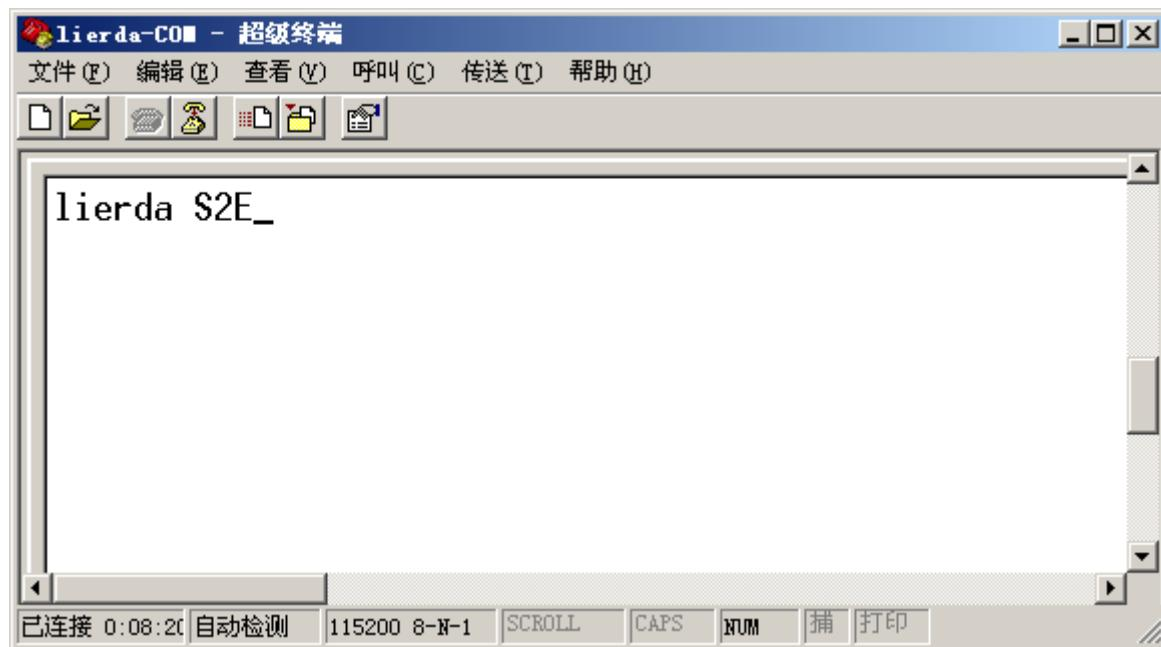

图 7.8 COM 终端接收数据
②交换顺序，在 lierda-TCP 终端中输入一些数据（比如：lierda S2E），此时在 lierda-COM 终端窗口中会显示我们刚才输入的数据。如图 7.8 所示：